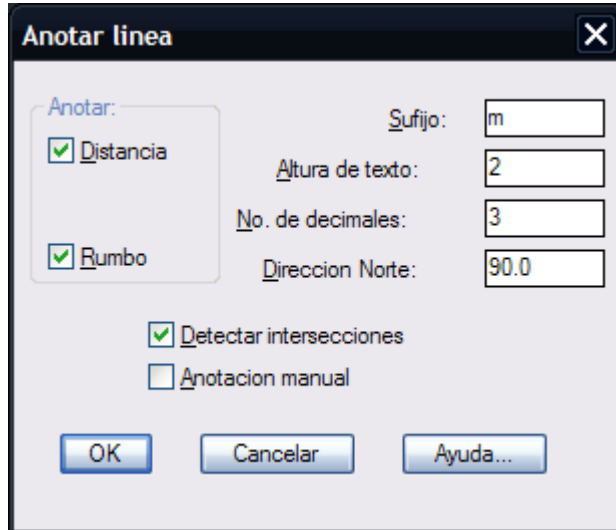
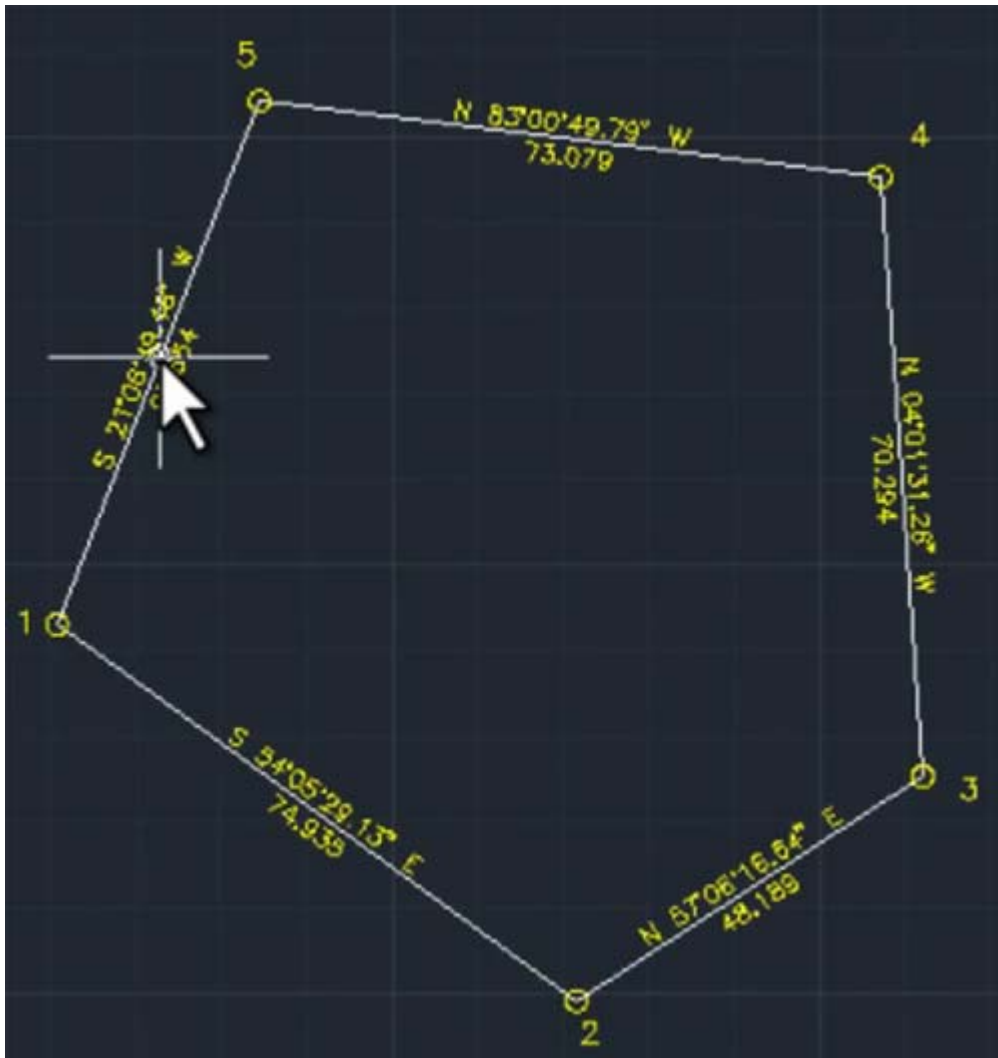

Fig. 10: Caja de diálogo para anotar líneas
Fig. 11 Anotaciones de línea resultantes.
10. Seleccione **Menú CivilCAD > Anotar > Línea**. Indique anotar distancia y rumbo en líneas, elimine el sufijo, acepte el valor por defecto de altura de texto y número de decimales (Fig. 10). Presione **OK** y seleccione objeto. Se anotarán datos de distancia y rumbo en el polígono (Fig. 11).